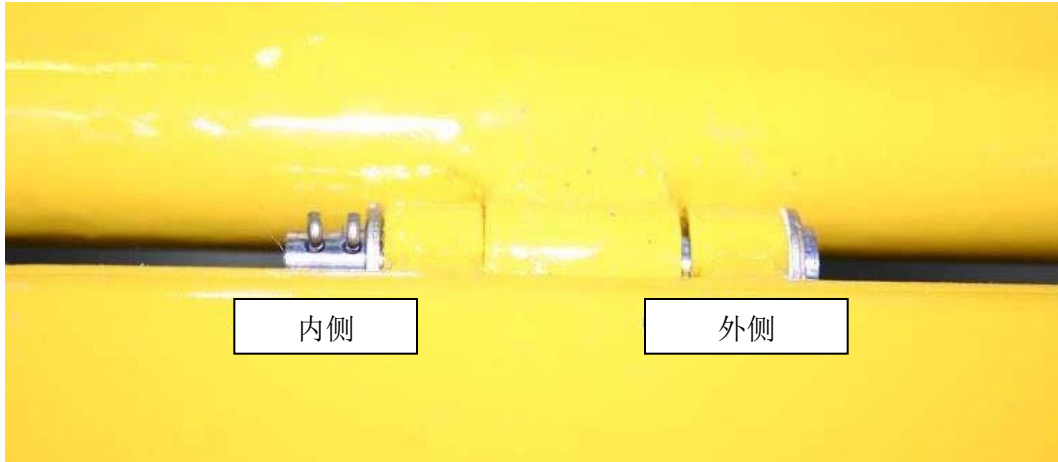

图 2 -升降舵铰链销
3. 拆卸左侧升降舵的外侧铰链销, 更换新的双安全连接销和五金配件。调确定 U 形销的方向, 使安全销在内侧。参见图 2。